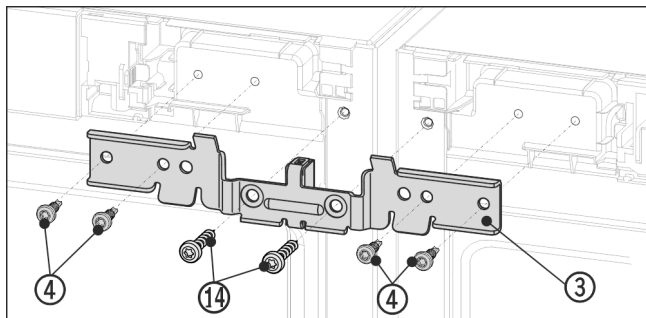

Fig. 12 Zobrazení příkladu
- Úhelník Fig. 12 (3) zasuňte rozpěrným kusem mezi přístroje na čepy. Úhelník přišroubujte čtyřmi šrouby Fig. 12 (4) a předtím vyšroubovanými uzemňovacími šrouby Fig. 12 (14) střídatě vlevo a vpravo bez utahování.